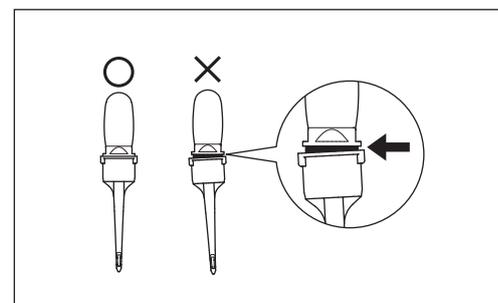

Abb. 29
- Stellen Sie sicher, dass Sie den Düsenaufsatz sicher und fest gemäß der Abbildung anbringen (Abb. 29). Wenn der Aufsatz nicht korrekt angebracht wird, kann er sich lösen und vom Patienten verschluckt werden.